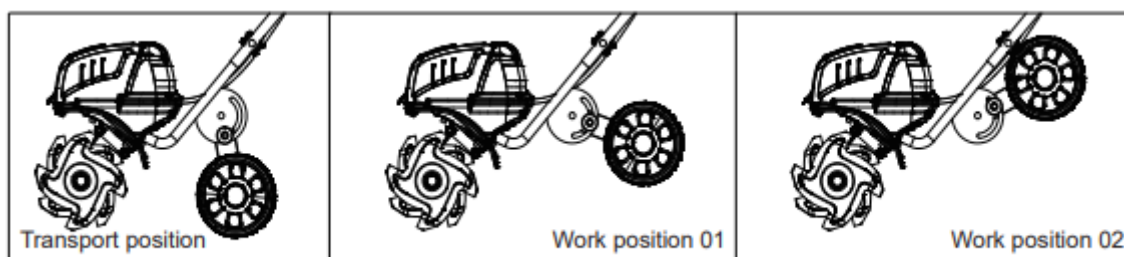

Рис.3
- Колеса можно регулировать в 3 различных положениях для улучшения результатов обработки почвы (рис. 3)